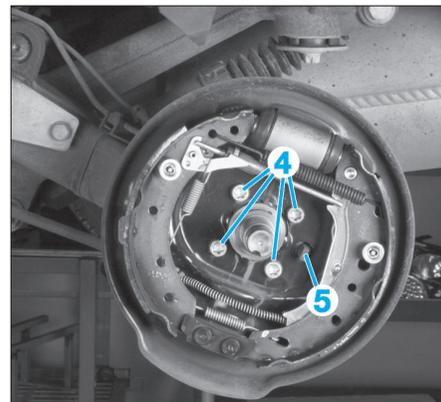

Fig. 58
- le capteur (5) (suivant équipement) (Fig.58),
- les vis de fixation (4) du plateau de frein, le dégager et le maintenir dans le passage de roue